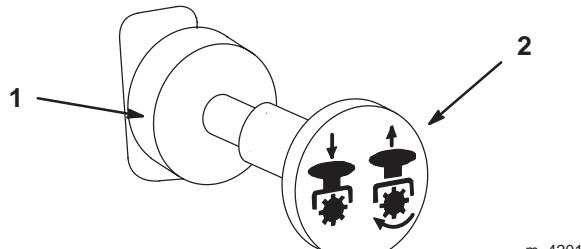

Figure 16
3. Tirez sur la commande de prise de force (PDF) pour l'engager (Fig. 16).
1. Repoussez la commande de PDF en position désengagée pour la débrayer (Fig. 16).